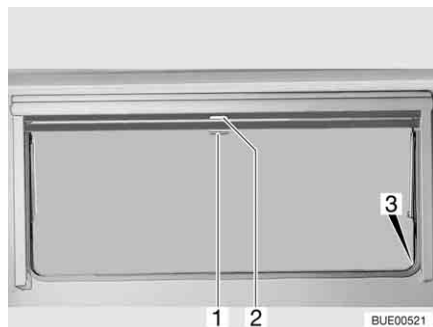

Bild 100 Överkantshängda fönster
- Drag ned mörklägningsrullgardinen med handtaget (Bild 100,2). När mörklägningsrullgardinen dras ned helt fäster man det i spärrarna (Bild 100,3) på båda sidorna på fönsterkarmen.
- När mörklägningsrullgardinen är helt neddragen: Tryck ned handtaget (Bild 100,2) och drag det något inåt. Nu kan man ta loss mörklägningsrullgardinen ur spärrarna på båda sidorna av fönsterkarmen.
- När mörklägningsrullgardinen inte är helt neddragen: Drag handtaget (Bild 100,2) lätt nedåt tills spärren släpper.
- Drag ner insektsnätet med handtaget (Bild 100,1) och fäst det i spärrarna (Bild 100,3) på båda sidorna av fönsterkarmen.
- Tryck ned handtaget (Bild 100,1) och drag det något inåt. Lossa insektsnätet ur spärrarna på båda sidorna av fönsterkarmen.